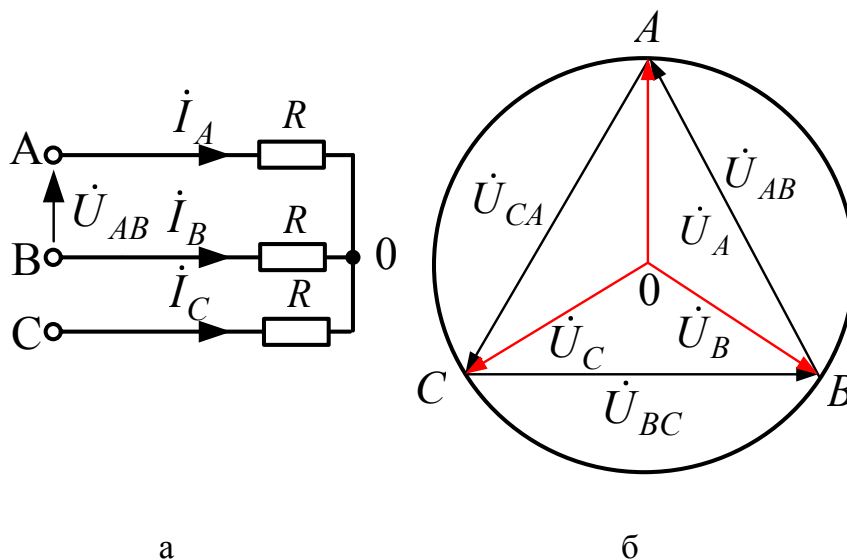

Рис. 3.4
3. В схеме без нулевого провода (рис. 3.4, а) уменьшение (увеличение) активной нагрузки фазы А приводит к смещению нулевой точки нагрузки на диаграмме напряжений. В какую по сравнению с симметричной звездой сторону?